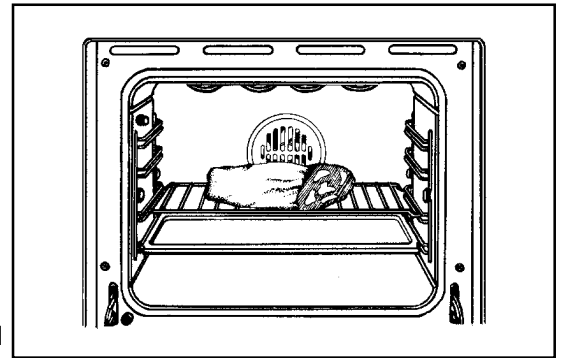

Fig. 11
- Les aliments peuvent également être placés directement sur la grille du four (Fig. 11) en plaçant en dessous la lèchefrite pour recueillir le jus. Un peu d'eau placée dans la lèchefrite facilitera le nettoyage du four et empêchera le jus de brûler.